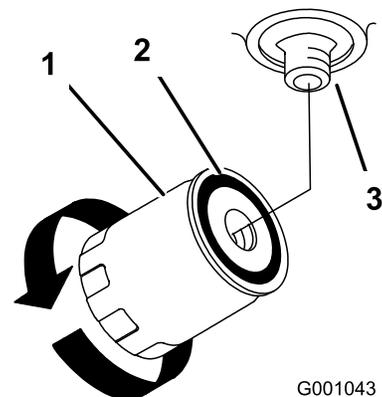

図 71
4. オイルフィルタを外し、フィルタのアダプタのガスケットの表面をきれいに拭く 図 71。
7. ガスケットがアダプタに当たるまで手でねじ込み、そこから更に  $\frac{1}{2}$  回転増し締めする 図 71。